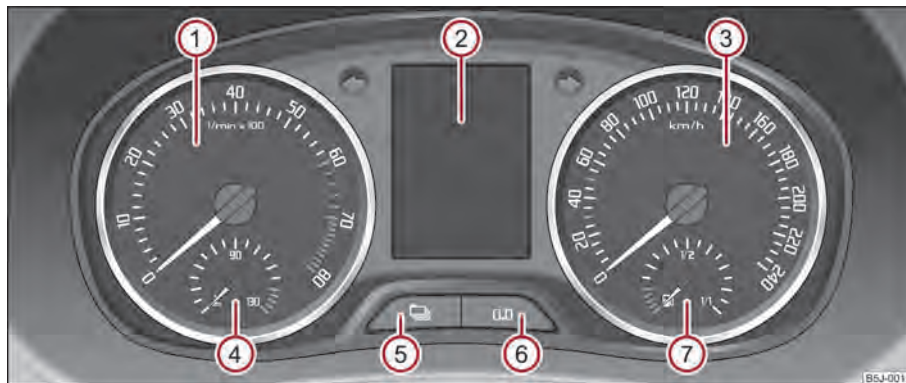

Fig. 2 Cuadro de instrumentos
El sector rojo de la escala del cuentarrevoluciones ① ⇒ fig. 2 marca el sector, en el que la unidad de control del motor comienza a limitar el régimen del motor. La unidad de control del motor limita el régimen del motor a un valor límite seguro.
El indicador de la temperatura del líquido refrigerante ④ ⇒ fig. 2 funciona sólo con el encendido conectado.
El indicador del nivel de combustible ⑦ ⇒ fig. 2 funciona sólo con el encendido conectado.
Si Vd. mantiene pulsado el botón de reposición ⑥ ⇒ fig. 2 durante aprox. 1 segundo, el contador parcial se reposicionará a cero.